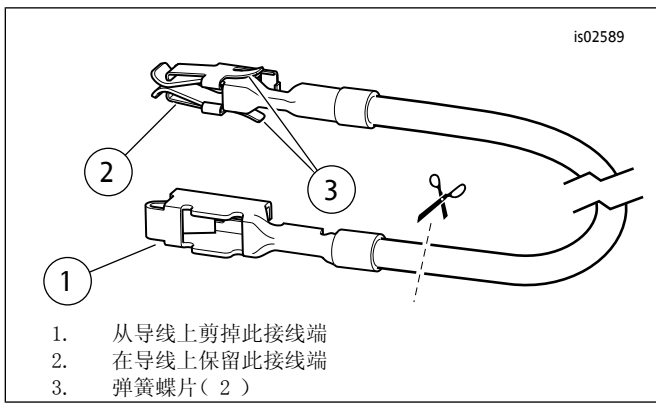
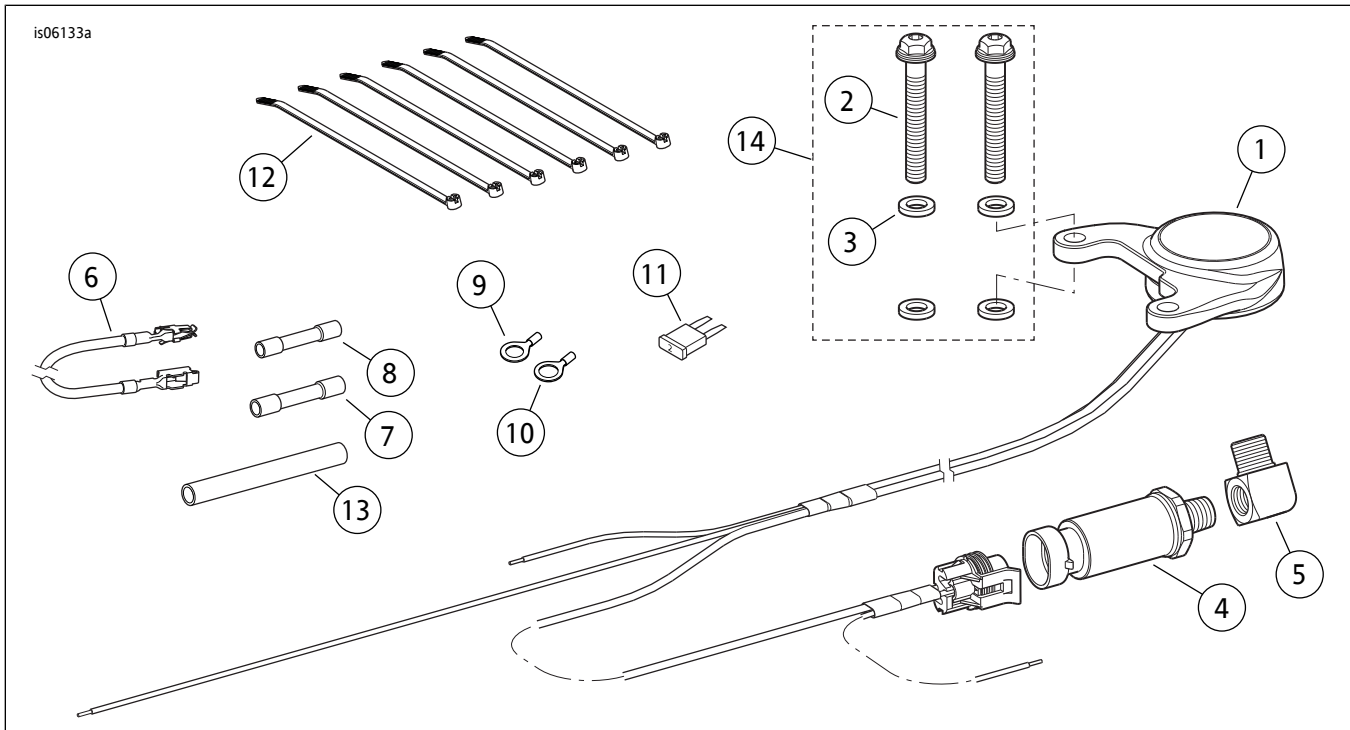

图3. 保险丝盒适配线(戴纳和软尾车型)
图5。维修零件，数字油压表
8. 参见图5。选择正确尺寸的环形接线端(项目9或10)以安装至接地螺丝或螺柱。剪短数字油压表线束上的黑色接地导线，以方便连接到车辆接地连接。将环形接线端压接到黑色接地导线上。将接线端安装到接地螺丝或螺柱上。将橙色/白色导线连接至车上的电源。参见维修手册接线图和说明。对于特定年款/车型的车型，转至后面的部分。
4. 参见图5。“线束连接”下的警告和维修手册。使用套件中的密封拼接连接器(7)，将所有三套橙色/白色导线拼接在一起。
2. 参见图5。从套件中取出橙色/白色保险丝盒适配线(6)。参见图3。注意每一端的接线端。只有带弹簧蝶片的接线端可安装到此保险丝空腔中。小心地从电线上剪掉不带弹簧蝶片的接线端并丢弃。
4. 剪掉数字油压表线束橙色/白色导线的多余长度，以方便连接到步骤3中所安装的橙色/白色适配线。参见图5。取出蓝色密封拼接连接器(7)。将数字油压表线束橙色/白色导线拼接到橙色/白色适配线。
5. 参见图5。将2A保险丝(11)安装到OPEN保险丝空腔中，使该电路闭合。
3. 参见图3。从套件中取出橙色/白色保险丝盒适配线(6)。注意每一端的接线端。只有带弹簧蝶片的接线端可安装到此保险丝空腔中。小心地从电线上剪掉不带弹簧蝶片的接线端并丢弃。
6. 参见图5。将套件中的2A保险丝(11)安装至P&AIGN保险丝空腔中，使该电路闭合。
3. 参见图5。从套件中取出橙色/白色保险丝盒适配线(6)。
7. 参见图5。将套件中的2A保险丝（11）安装至P&AIGN保险丝空腔中，使该电路闭合。将步骤4中拆下的三根保险丝安装至正确空腔中。